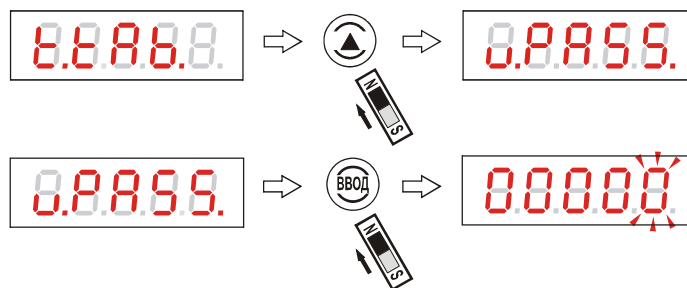

Рисунок 66 - Переход к вводу пароля пользователя
2.8.21 Для входа в подраздел программирования пароля пользователя “u.PASS.” необходимо выбрать этот подраздел кнопкой «↑» и “нажать” «ВВОД». На цифровом табло индицируется прежнее значение пароля, например, заданное на предприятии-изготовителе; миганием выделен доступный для редактирования разряд, рисунок 66: